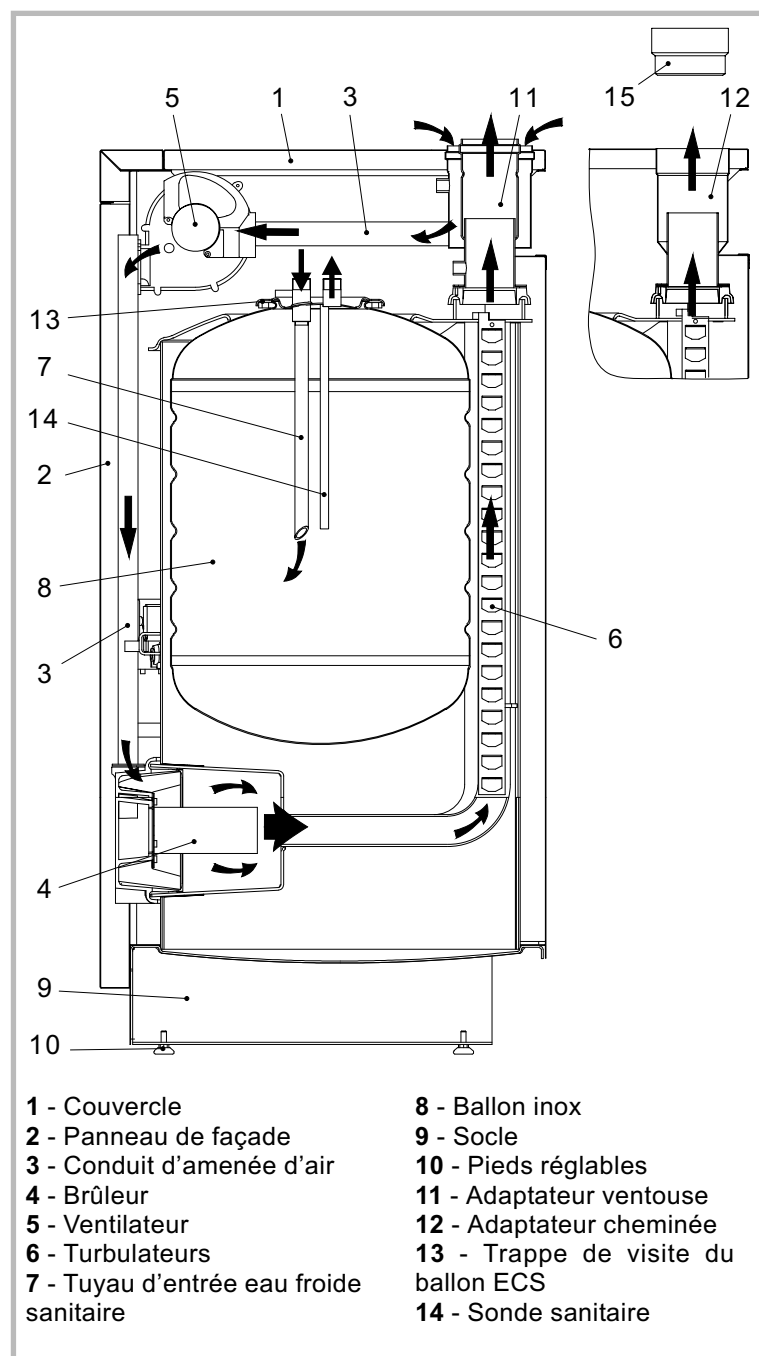

Figure 5 - Coupe schématique de l'échangeur
- Introduire l'ensemble ventouse monté dans le trou du mur et le raccorder sur l'adaptateur de la chaudière en veillant à l'étanchéité. (rep. 11, fig. 5, page 6),